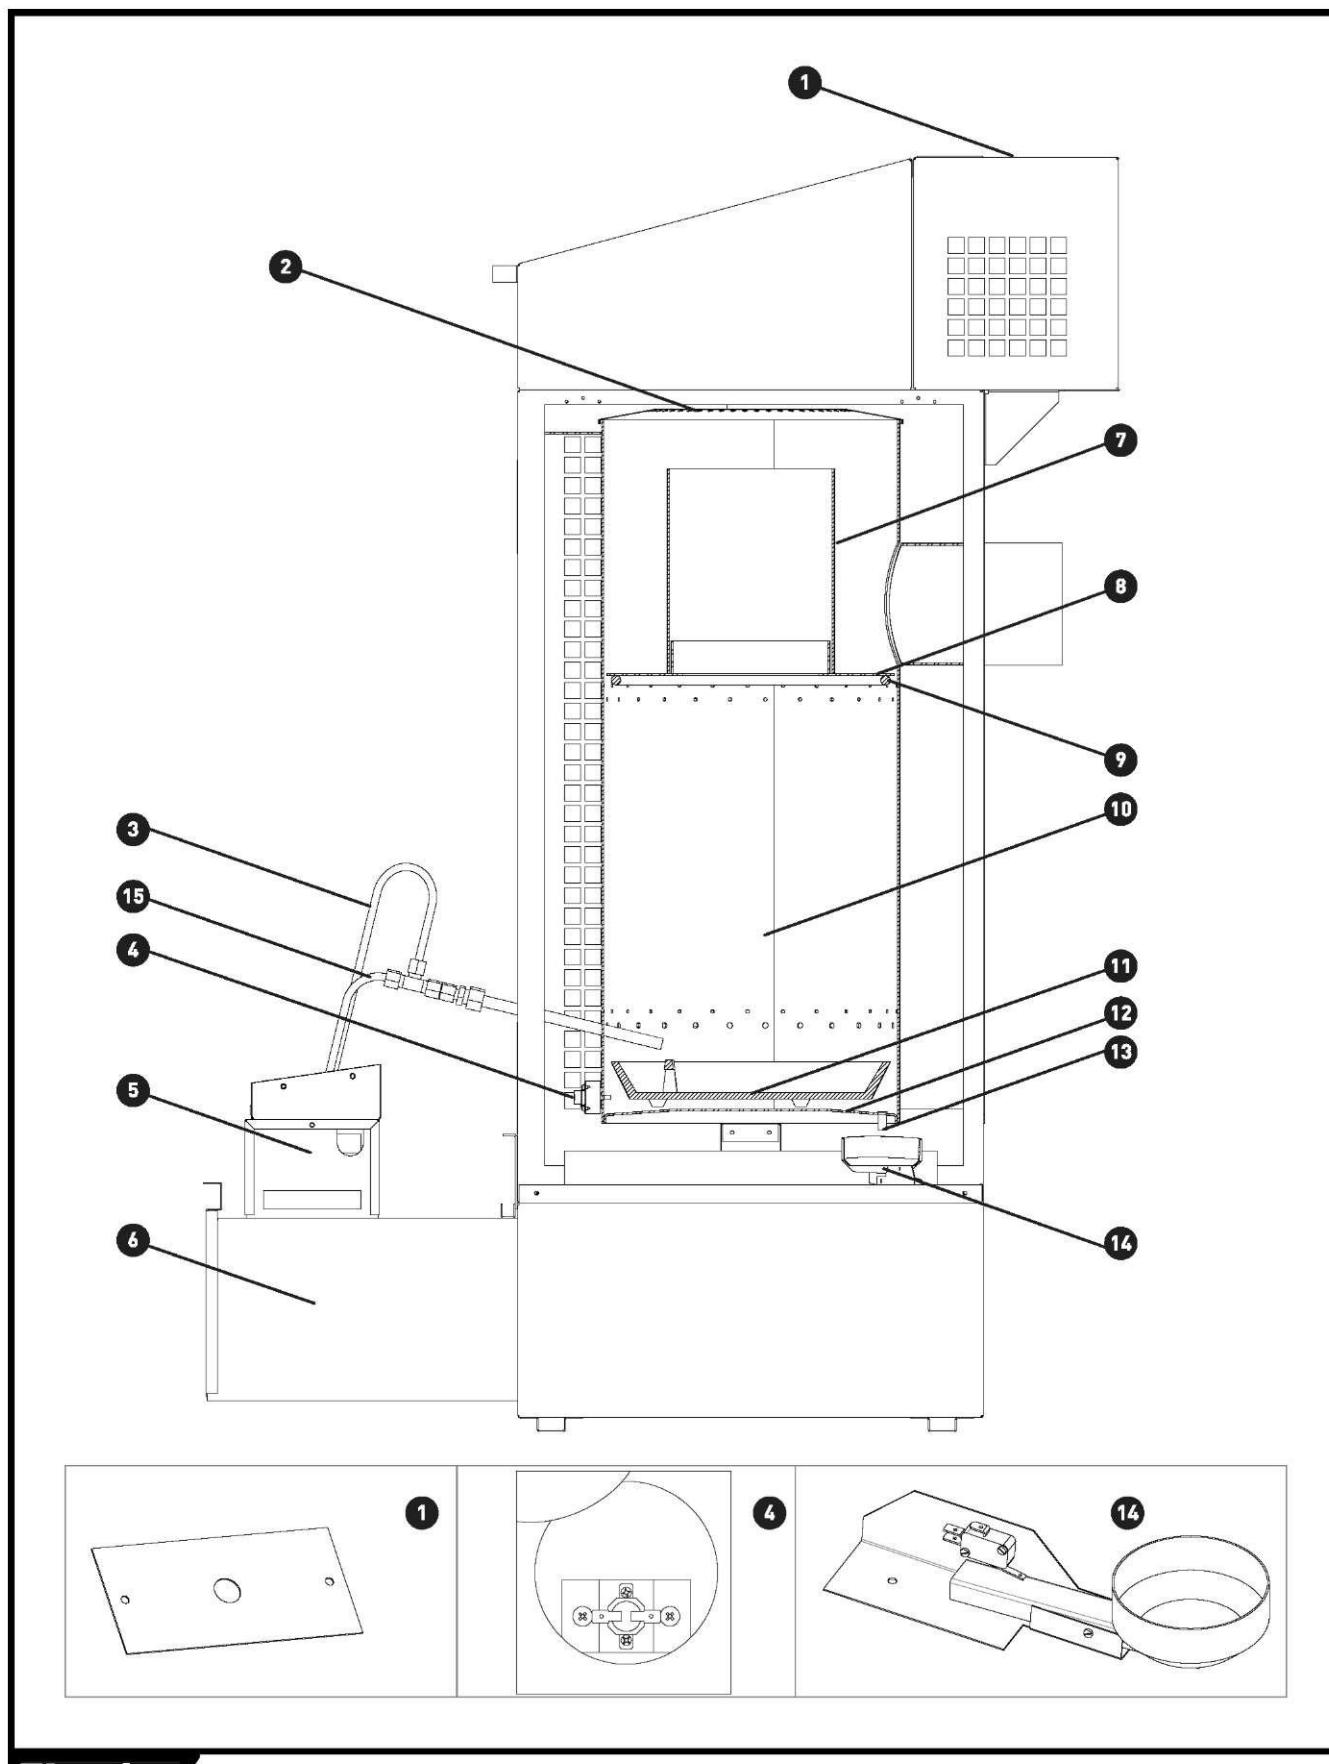

Fig. 1
► Bimetalový snímač (schéma FIG1/poz.4) umístěný na spalovací komoře reaguje spojením kontaktů, když teplota topeniště překročí 40°C a odpojením kontaktů, pokud teplota klesne pod 35°C.
► Druhý bimetalový snímač (schéma FIG1/poz.1) je umístěn v blízkosti ventilátoru pro přívod vzduchu - jeho mezní teplota je 90°C. Při překročení mezní teploty dojde k rozevření jeho kontaktu a kamna okamžitě přechází do režimu „Přehřátí“.
► Kamna jsou vybavena také snímačem hmotnosti umístěným pod spalovací komorou (schéma FIG1/poz.14).
- schéma Fig. 1 Kryt kamen